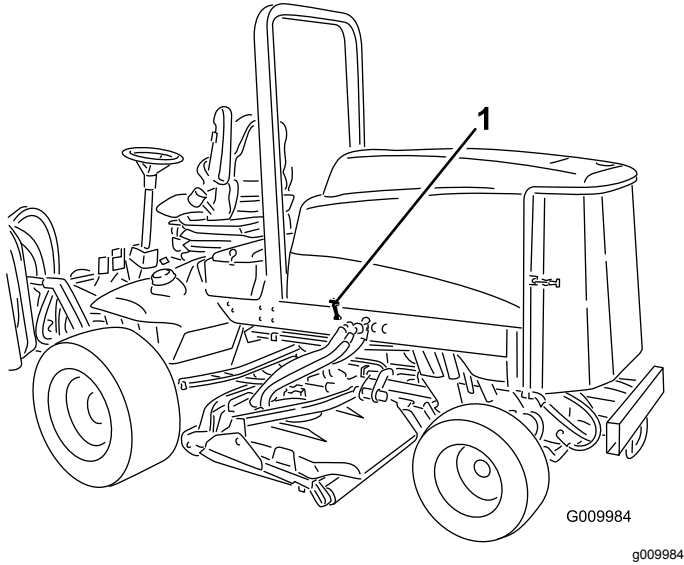

Figure 19
1. Déverrouillez le capot (Figure 19) et faites-le pivoter pour l'ouvrir.